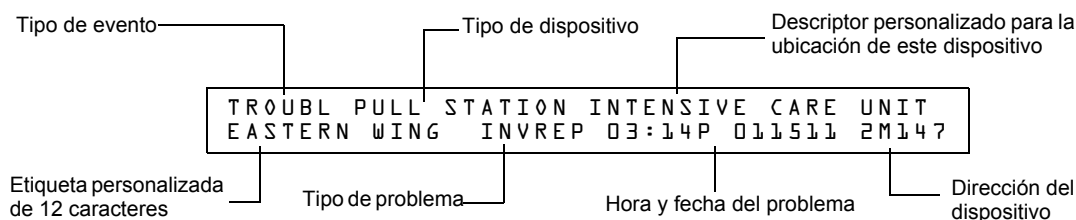

Figura 3.6 Mensaje de problema modelo
- Muestra TROUBLE en el baner de estado en la pantalla LCD, como así también el tipo de problema e información específica del dispositivo, como se muestra en Figura 3.6 a continuación: